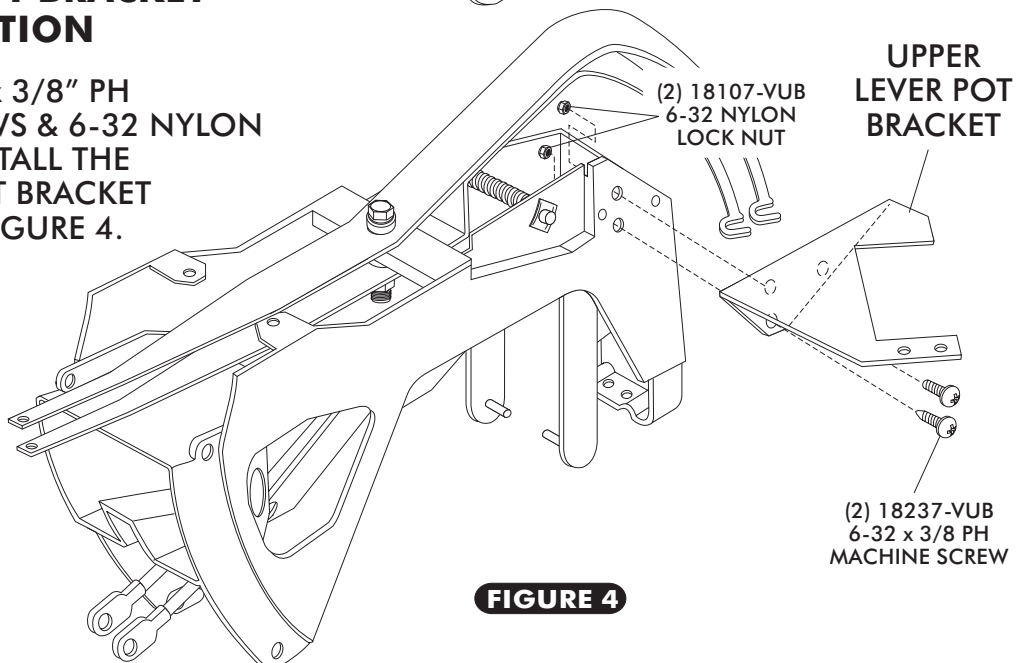

FIGURE 4
UPPER LEVER POT BRACKET INSTALLATION FIGURE 4
- USING (2) 6-32 x 3/8" PH MACHINE SCREWS & 6-32 NYLON LOCK NUTS, INSTALL THE UPPER LEVER POT BRACKET AS SHOWN IN FIGURE 4.